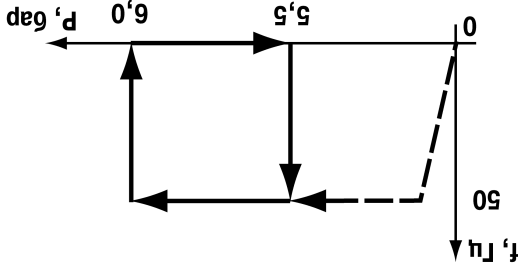

Рисунок 2.5 - Диаграмма реального режима работы
- далее, по замкнутому циклу, от 5,5бар до 6 бар, на рис. 2.5.